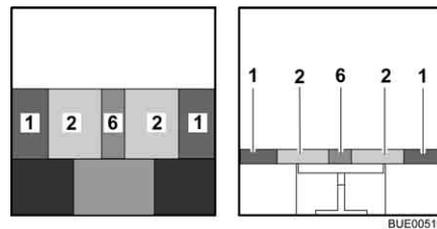

Bild 82 Nach dem Umbau
- Das Zusatzpolster (Bild 82,6) zwischen die Sitzpolster legen.